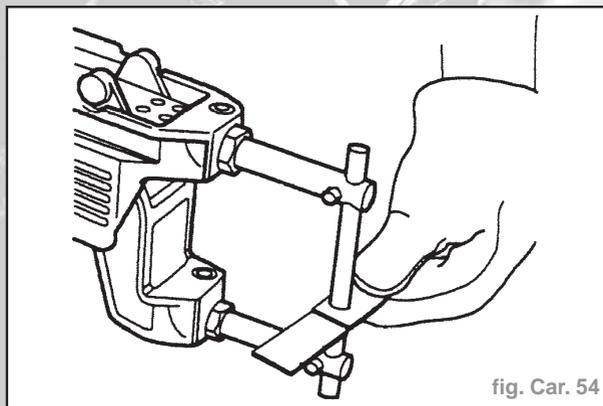

fig. Car. 54
- Poser les bras de soudage par points et tester le fonctionnement correct de l'équipement à l'aide d'éprouvettes. Si un équipement de contrôle n'est pas disponible, contrôler la résistance des soudures en vérifiant que le métal autour du bain de soudage se sépare sous tension au cours de la traction (Fig. Car. 54).